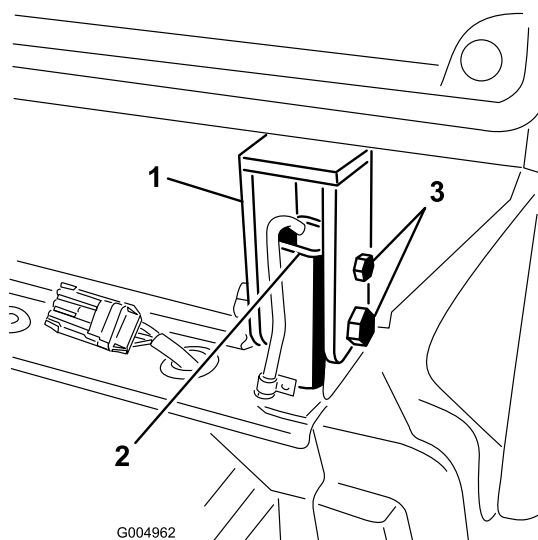

Figura 25
12. Apriete los pernos y las tuercas que sujetan los montajes traseros de la cabina a los postes del ROPS (Figura 25). Ajuste el gato si los pernos se traban y son difíciles de retirar.